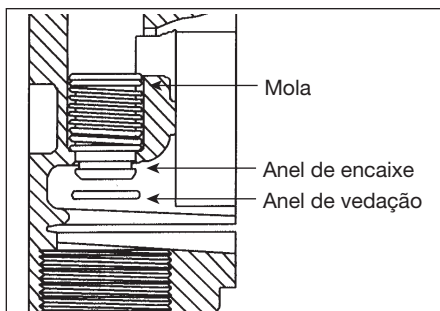

Figura 10
- b. Remova o anel de vedação com uma chave de fenda pequena ou similar ferramenta. Tome cuidado para não danificar o gatilho ou o anel. (Figura 10)
- Para montar, coloque a mola e o gatilho na cavidade do gatilho através da porta de saída superior. Comprima o gatilho na carcaça até que ele apareça na câmara inferior. (veja a Figura 10) Cubra levemente o anel de vedação com graxa e deslize sobre a cabeça do gatilho. Verifique se o anel está bem assentado.